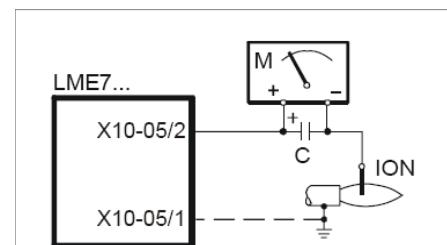

Fig. 7:
4. VD peut être tourné de 180°, fig 7.